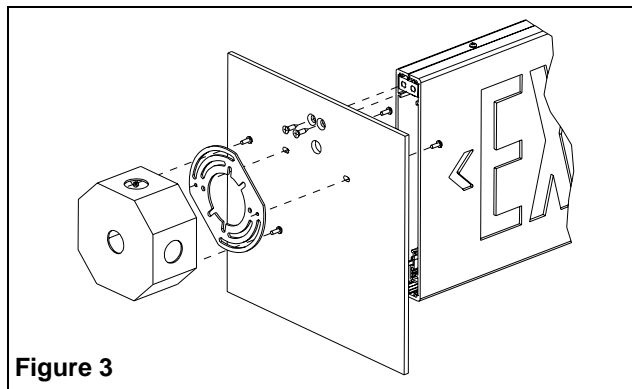

Figure 3
- a. Fixer la plaque de montage à la barre de montage en extrémité à l'aide des deux vis à têtes fraisées $\varnothing 1/4 \times 1/2$ " (voir fig. 3).
Montage en extrémité — Installer les deux vis de montage en extrémité 1" dans la plaque de montage (voir fig. 3) et dans la plaque de fixation.